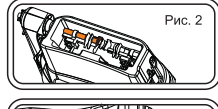

Рис. 2
- установите вал (62) в отверстие поддона со стороны узла насоса (Рис.2), наденьте его на шайбу и протолкните до упора;
- в отверстие на валу вставьте шпильку (43);
- в отверстие в верхней части узла насоса вставьте шатун (66), на выступающий край которого наденьте шайбу (44). Закрепите шатун осью (67), установив ее в отверстие на шатуне;
- установите рычаг (65) одновременно на шатун и вал;
- установите шайбы соответствующего диаметра и оси (67)